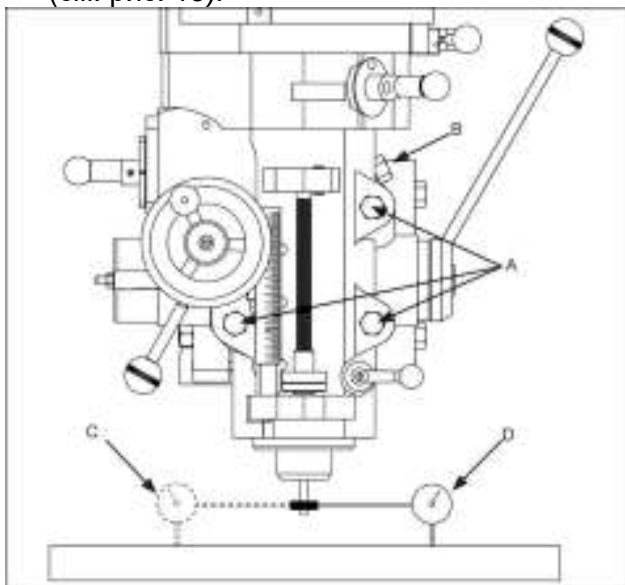

Рисунок 18
5. Установите индикатор на оправку и закрепите с помощью штанги (см. рис. 18).
- с. Установите индикатор часового типа на оправку и закрепите с помощью штанги (см. рис. 18).